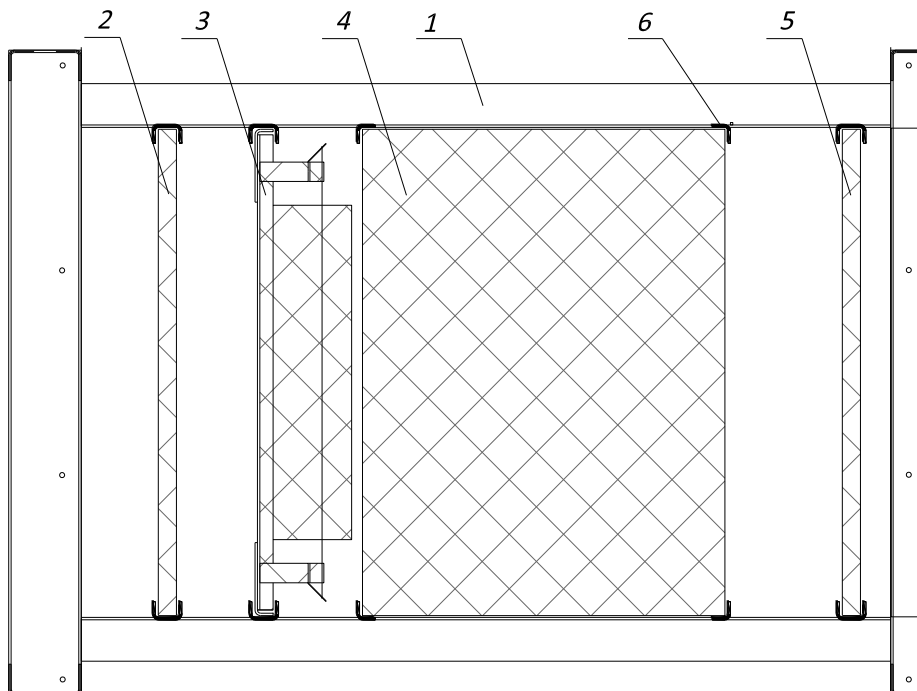

Рис. 7. Электростатическая ячейка:
- b. Извлечь элементы (Рис. 7, поз. 2,3,4,5) по направляющим из блока;
- d. Установить элементы (Рис. 7, поз. 2,3,4,5) в электростатический блок;